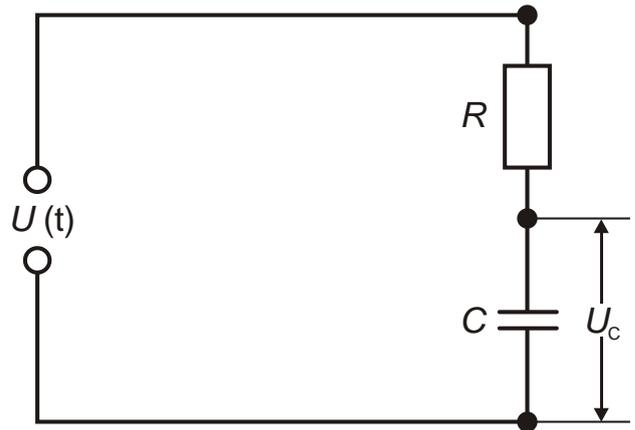

Fig. 3: Schema elettrico.
- Realizzare il circuito sulla scheda come da Fig. 3.